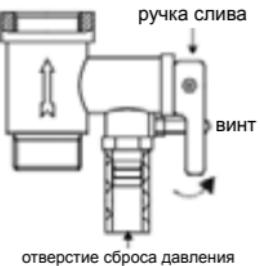

Рис. 6
4. На входной патрубок обозначенный голубым цветом и стрелкой направления течения воды накрутите предохранительный клапан так, чтобы течение воды совпадало с направлением стрелки на корпусе клапана. На отверстие сброса давления предохранительного клапана (см. рис. 6) оденьте дренажную трубку* для отвода воды (возможно появление при нагревании) в канализацию (трубку необходимо направить строго вниз и запрещено перегибать её).
6. Чтобы слить воду из внутреннего резервуара необхо-димо, воспользоваться предохранительным клапаном: открутить винт ручки слива предохранительного клапана и перевести ручку слива в верхнее положение, при этом кран выхода горячей воды должен быть открыт, а кран подачи холодной воды в водонагреватель должен быть перекрыт (смотри рис. 6). Из отверстия сброса давления предохранительного клапана потечет вода. Никогда не сливайте воду, если ее температура выше 50 °C, т. к. это может привести к ожогам.